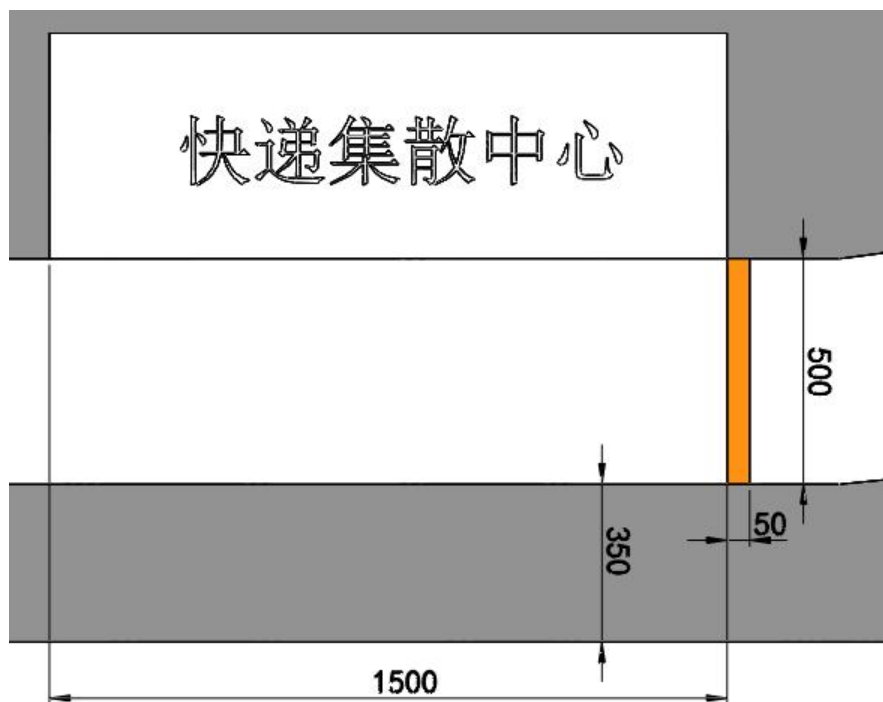

图 11 终点示意图（单位：mm）
4. 终点示意图：如图 11 所示，快递集散中心一侧的赛道上设有橙色色带，尺寸为 500mm×50mm。